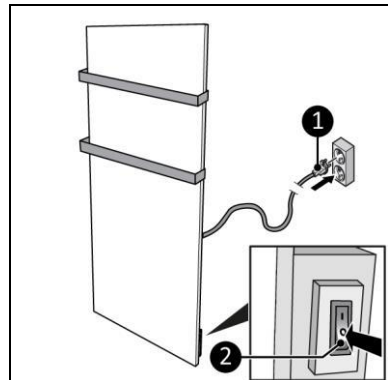

Abbildung 13
2. Stellen Sie sicher, dass sich der EIN/AUS-Schalter in der AUS-Position befindet (Abbildung 13, Pos. 2).
3. Stecken Sie den Netzstecker (Abbildung 13, Pos. 1) in eine leicht zugängliche geerdete Steckdose. Verwenden Sie eine geerdete Steckdose mit einer Mindestleistung von 800 Watt.
1. Stellen Sie sicher, dass sich der EIN/AUS-Schalter in der AUS-Position befindet (Abbildung 13, Pos. 2).
2. Ziehen Sie den Netzstecker aus der Steckdose (Abbildung 13).